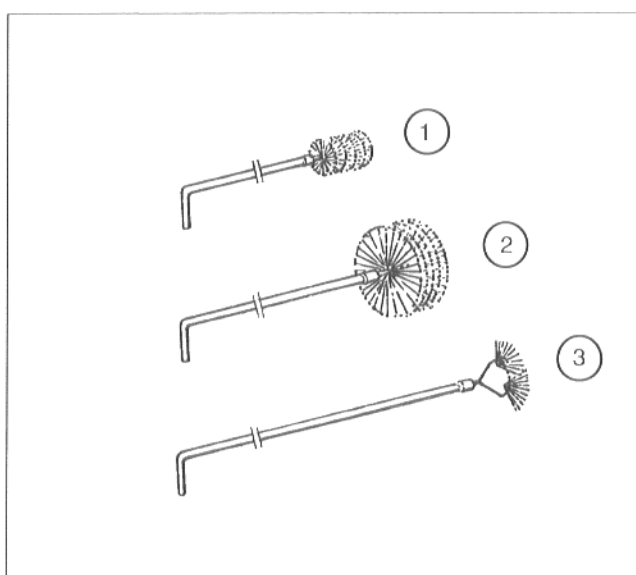

Fig. 62
- La Fig. 62 montre les brosses de nettoyage à utiliser.